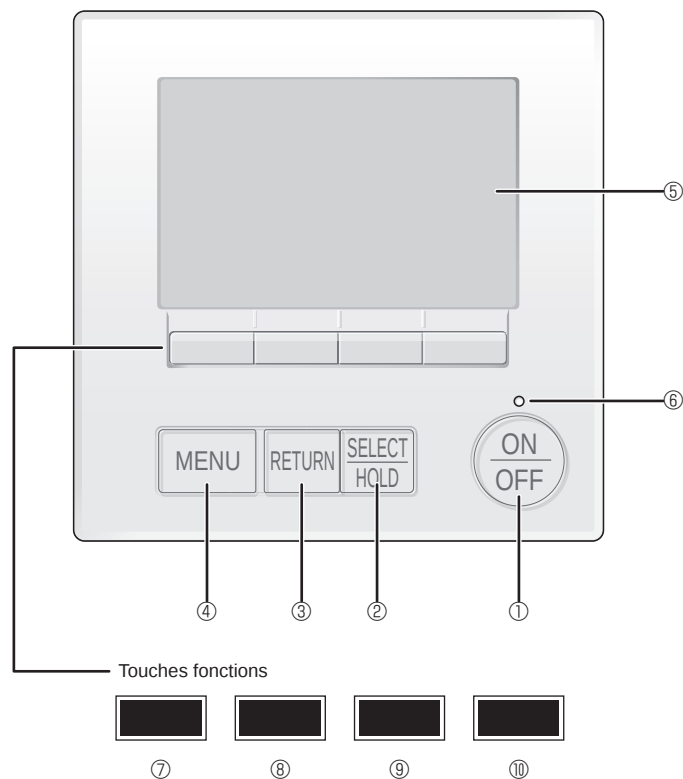

Fig. 7-1
7.2.1. À l'aide de la télécommande filaire (Fig. 7-1)
① Touche [ON/OFF]